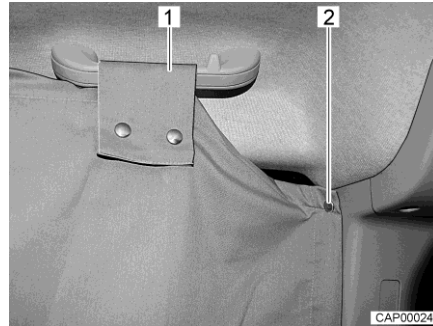

Bild 22 Mörkläggningsgardin för förarhytt på sidoruta
- Fäst mörkläggningsgardinen för förarhytt på en sida av förarhytten. För detta fäst två tryckknappar (Bild 22,2) bakom sidorutan på B-stolpen.
- Lägg öglor (Bild 22,1) över handtaget ovanför sidorutan och fäst med tryckknappar.